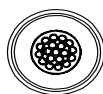

рис. 19
2. Откройте сливную пробку, расположенную внутри отделения для хранения вакцин. Если устройство оснащено системой автоматического отвода конденсата, открывать пробку не требуется. Вместо этого убедитесь, что дренажный фильтр очищен. См. рис. 19.
Por este motivo, se trata de un procedimiento SOP importante para garantizar regularmente que el filtro de drenaje fig.19 está limpio y libre de suciedad y residuos.